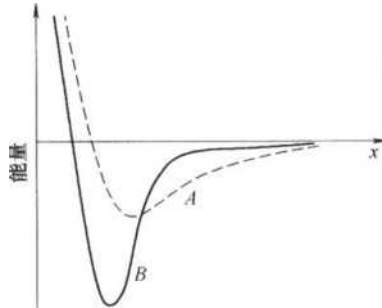

图 1-1
4. 图 1-1 为两种材料中原子结合的键能曲线，回答：
- (1) 哪种材料的弹性模量大？
- (2) 哪种材料的热膨胀系数大？
- (3) 依据图 1-1,示意画出两种材料的键力曲线。 [西安交通大学 2003 研]